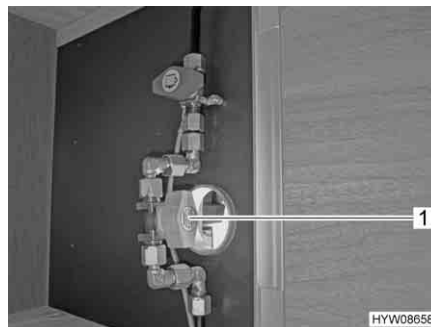

Fig. 40 Rubinetto di arresto del gas
- Aprire il rubinetto di arresto del gas (Fig. 40,1).
- Chiudere il rubinetto di arresto del gas (Fig. 40,1).